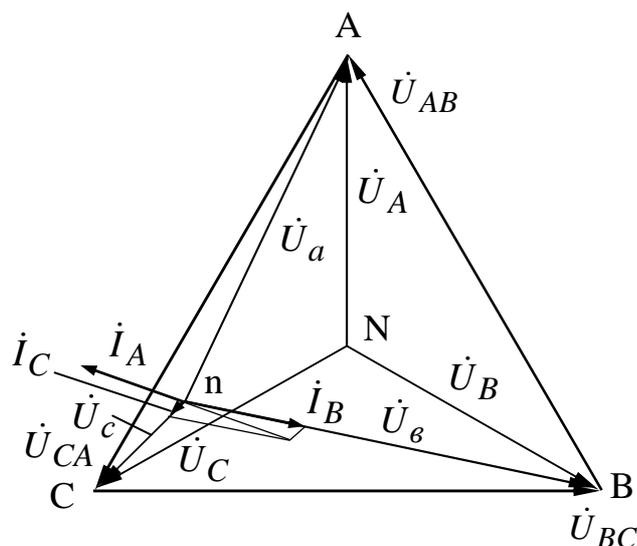

Рис. 5.3
В трёхфазной цепи с несимметричным приёмником при наличии нейтрального провода с $Z_N = 0$, $Y_N = \infty$ напряжение между нейтральными $U_{nN} = 0$, система фазных напряжений приёмника остаётся симметричной, но $\dot{I}_N \neq 0$. При отсутствии нейтрального провода $\underline{Z}_N = \infty$ $\dot{U}_{nN} \neq 0$ система фазных напряжений несимметричного приёмника становится несимметричной. Пример векторной диаграммы цепи с несимметричным приёмником показан на рис. 5.3.
3. Построить векторные диаграммы для режимов 1, 5, 6, 7, 8, 9 табл. 5.2, топографические для векторов напряжений и лучевые токов. Пример построения векторной диаграммы для режима 5 приведен на рис. 5.3.